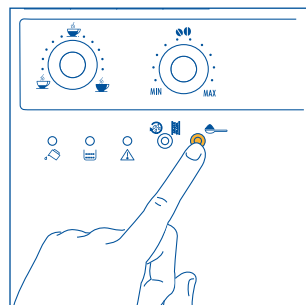

Fig. 18
1. Premere il tasto  per selezionare la funzione caffè pre-macinato (fig. 18). La spia all'interno del tasto si accende per indicare che la funzione è stata selezionata ed è stato escluso il funzionamento del macinacaffè.